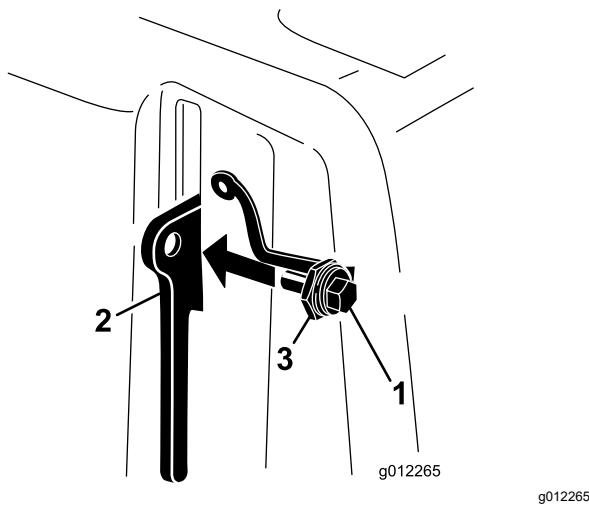

Bild 8
3. Schrauben Sie die Schraube in die Hebelklinke (Bild 8).